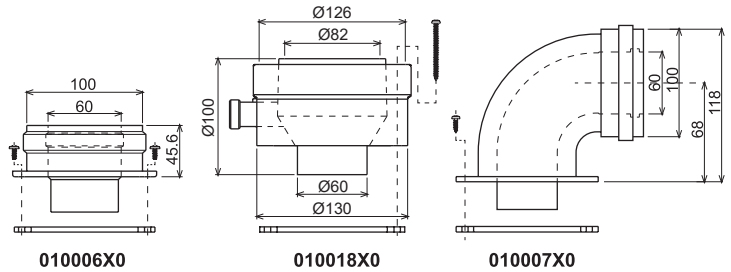

Рис. 9. Начальные элементы для коаксиальных воздуховодов
**Внимание:** для котлов Vitatech D F 40 используется коаксиальный дымоход 80/127 (рис. 9А), артикул 902601230.